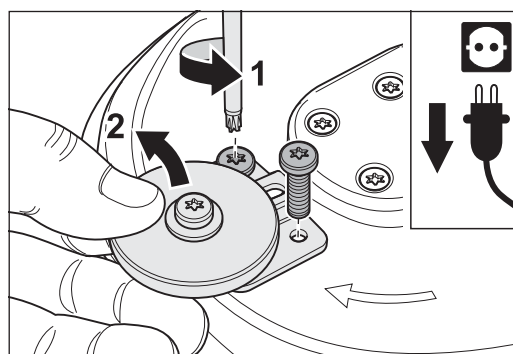

Fig. 54 Quitar los tornillos de sujeción y sacar todo el rodillo protector de la pared.
- 3 Quite los dos tornillos que fijan el soporte del rodillo protector de la pared con el Brazo adicional y saque todo el rodillo protector de la pared (Fig. 54).